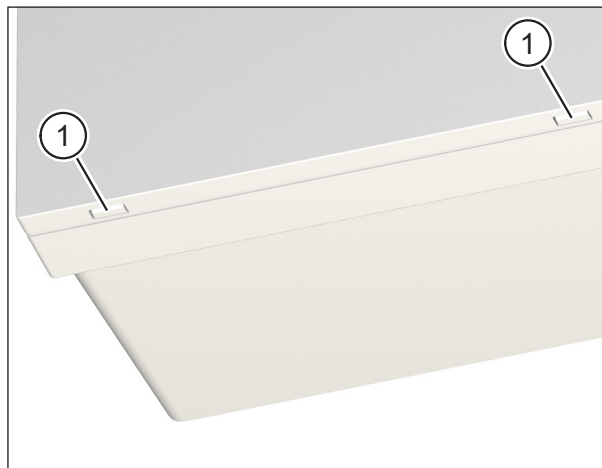

Fig. 15: Scoaterea capacului aparatului de ventilație
- ▶ Cu degetele mari de la ambele mâini, apăsați cele două dispozitive de blocare (elementul 1 în Fig. 15) aflate în partea inferioară a aparatului de ventilație. Capacul aparatului se va detașa.